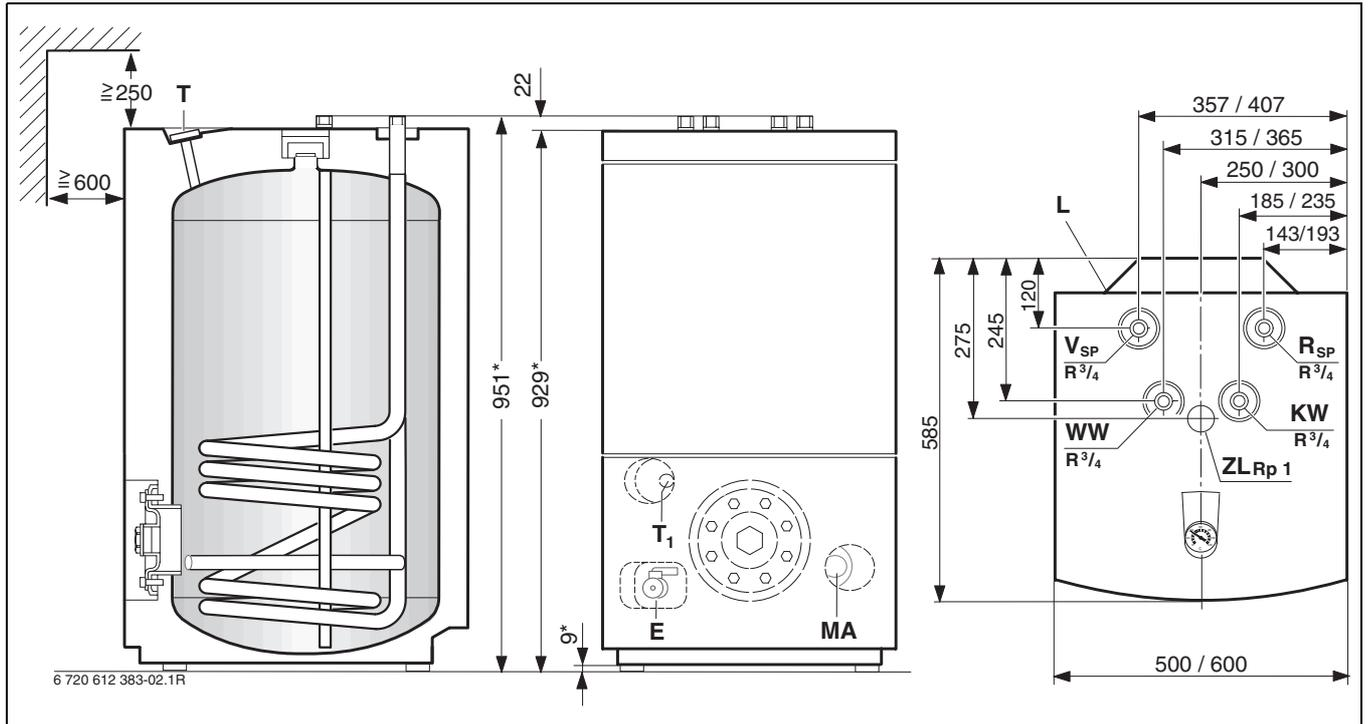

Bild 1 Maßangaben hinter einem Schrägstrich beziehen sich auf die nächstgrößere Speicherausführung.
- Speicher mit den Stellfüßen senkrecht ausrichten (→ Bild 1 auf Seite 5).